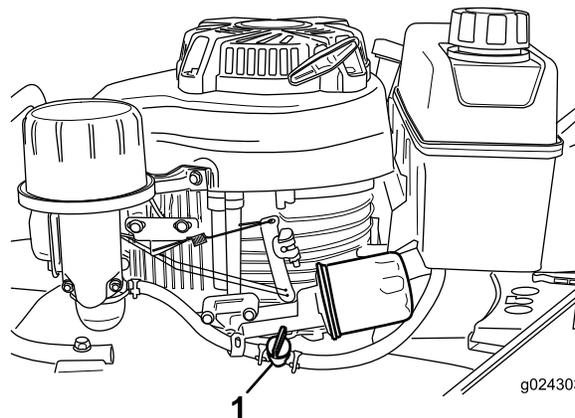

Figura 16
2. Abra la válvula de combustible (Figura 16).
**Nota:** Cierre la válvula de combustible (Figura 16) a menos que vaya a volver a arrancar el motor en breve.